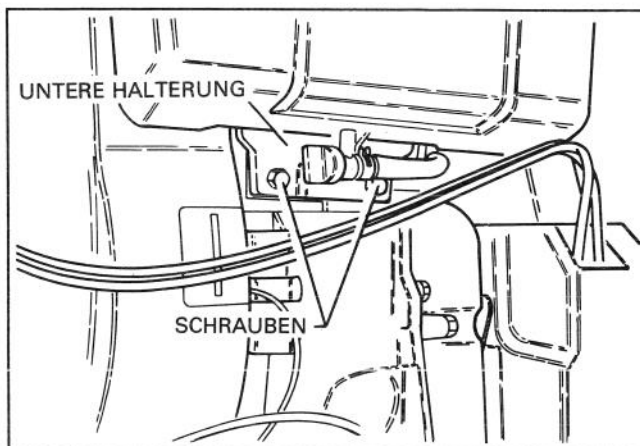

Abb. 6
10. Die (2) Schrauben, mit denen die untere Kraftstoffhalterung am Motor angebracht ist, abnehmen (Abb. 6).